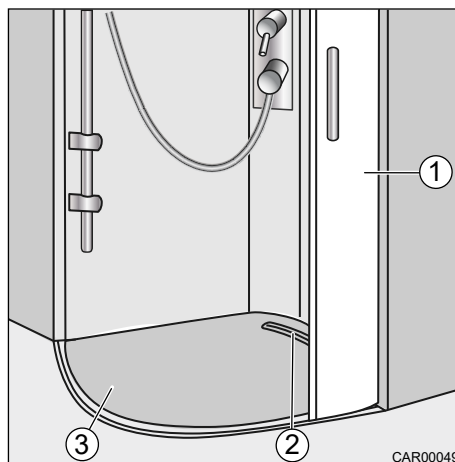

Fig. 138 Protection du receveur de douche
1. Fermer la porte (Fig. 138, pos. 1) à moitié.
2. Soulever le recouvrement (Fig. 138, pos. 3) et sortir la rainure (Fig. 138, pos. 2) de la porte (Fig. 138, pos. 1).
3. Retirer le recouvrement (Fig. 138, pos. 3).